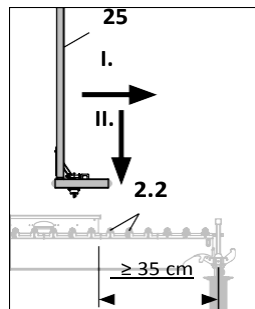

Fig. A8.04a
Необходимо е да има свободна дължина на надлъжния трегер от поне 35 cm, за да може да се монтира парапетната поставка SD. (Fig. A8.04a)
- Преместете модула SD (25) първо в посока на ръба на сградата (I.) и след това надолу (II.). (Fig. A8.04a)